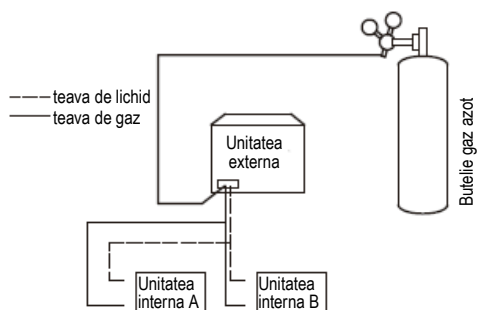

Figura 5.27
4. Folositi dopuri oarbe pentru a bloca toate deschiderile de pe partea de lichid (gaz), cu exceptia deschiderii de la unitatea interna care este cea mai indepartata de unitatile externe („Unitatea interna A” din figura 5.27).
8. Curatati celelalte orificii in acelasi mod, lucrând pe rând de la unitatea interna A spre unitatile externe. Consultati figura 5.27.